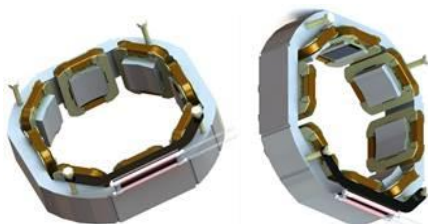
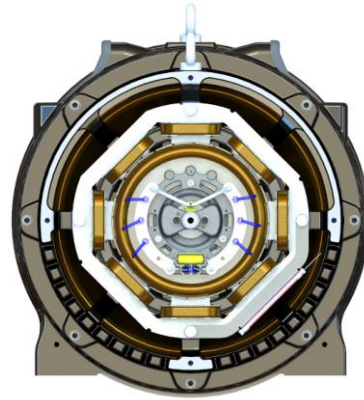

Figure 6.7 : Fixation de résistance tubulaire
Figure 6.8 : Support et résistance tubulaire installés dans le stator de l'excitatrice
5. Fixer le support du résistances chauffantes avec les vis du stator d'excitation, conformément à la Figure 6.7 et la Figure 6.8.